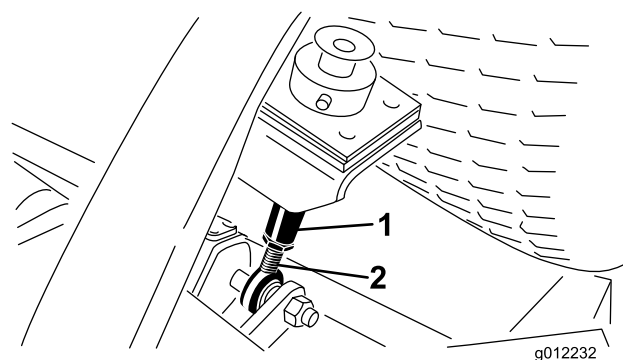

Figura 11
6. Allentate i controdati sulla parte inferiore delle aste dell'altezza di taglio (Figura 11).